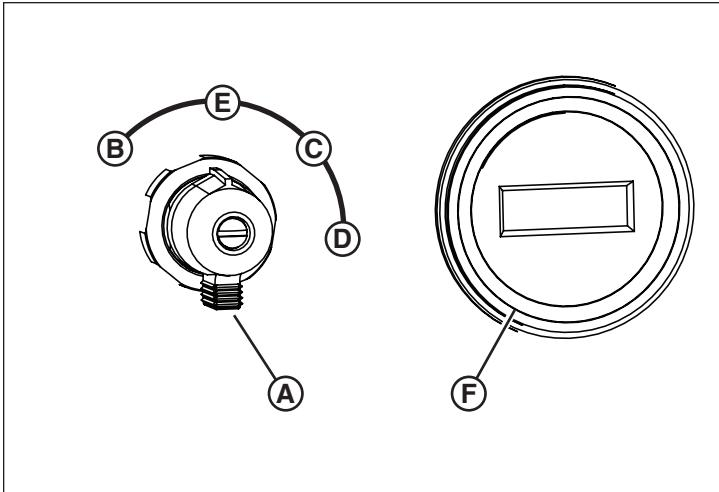

Figure 15
1. Mettre le contact (**A**, Figure 15) sur le tableau de commande à PRÉCHAUFFAGE (**B**) dans le sens antihoraire. Tenir pendant environ 20 secondes.
2. Mettre le contact dans le sens horaire en passant devant RUN (marche) (**C**, Figure 15) jusqu'à START (démarrer) **D**.
*REMARQUE : Le compteur (**F**, Figure 15) indique le total d'heures de fonctionnement du moteur.*
1. Tourner le contact dans le sens antihoraire à la position OFF (**A**, Figure 15).